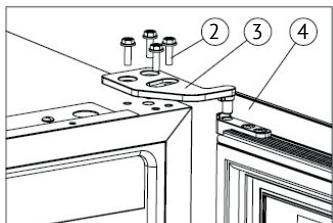

Рисунок 1
⇨ Выкрутите винты M5*16 ②, снимите правую верхнюю петлю ③ затем снимите дверь (Рисунок 1).